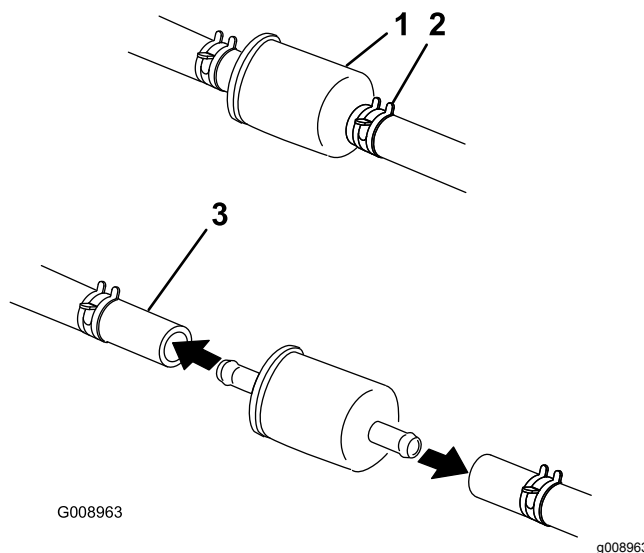

Figure 61
4. Fermez le robinet d'arrivée de carburant sous le siège (Figure 61).
5. Pincez les extrémités des colliers et éloignez les colliers du filtre (Figure 61).
7. Posez un filtre neuf et rapprochez les colliers de fixation du filtre (Figure 61).